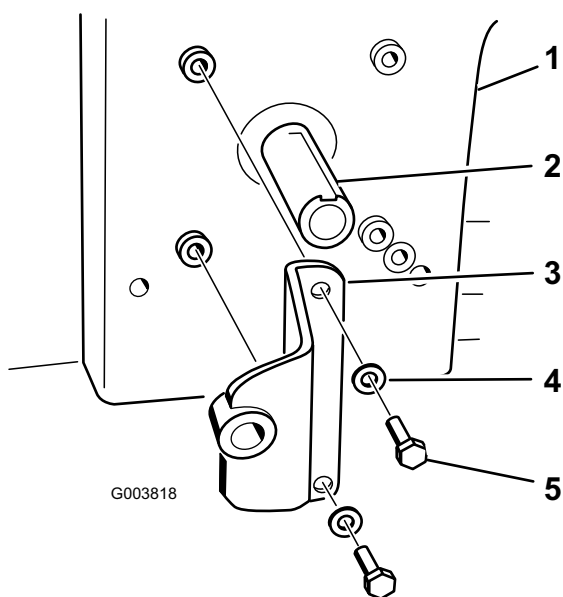

Figura 18
4. Montate la staffa della pompa sul motore con due bulloni (5/16 x 3/4 pollice). La corretta posizione di montaggio della staffa della pompa è riportata nella Figura 18.